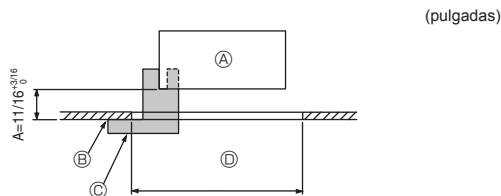
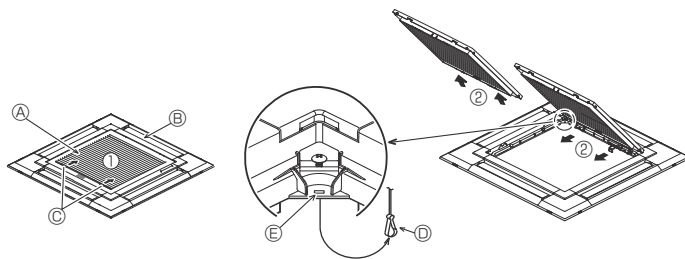
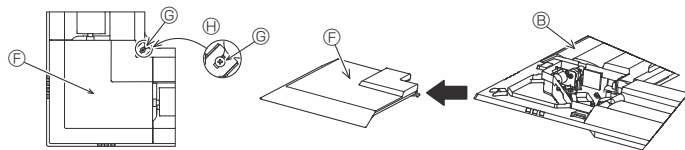

Fig. 6-2
Fig. 6-3
Fig. 6-4
①	Dimensiones de la rejilla	1	950 × 950 (mm), 37-13/32 × 37-13/32 (pulgadas)
②	Plantilla	1	Dividido en cuatro partes
③	Tornillo (4 × 16)	1	Para PLFY-EP-NEMU-E(1)
④	Panel angular del 3D i-see Sensor	1	Para PLFY-EP-NEMU-E(1)
6.2. Preparación para conectar la rejilla (Fig. 6-2)
- Con la plantilla ② que se suministra con este equipo, ajuste y compruebe la posición de la unidad en el techo. Si la unidad no está colocada en el techo de forma adecuada, podrían producirse escapes de aire o generarse una condensación.
- ① Unidad principal
- ② Techo
- ③ Plantilla ② (medida en la unidad)
- ④ Dimensiones de apertura del techo
6.2.1. Extracción de la rejilla de admisión (Fig. 6-3)
- Deslice las palancas en la dirección indicada mediante la flecha ① para abrir la rejilla de admisión.
- Con la rejilla de admisión en posición "abierta", extraiga la bisagra de la rejilla de admisión de la rejilla tal y como se indica mediante la flecha ②.
6.2.2. Extracción del panel angular (Fig. 6-4)
- Extraiga el tornillo de la esquina del panel angular. Deslice los paneles angulares indicados por la flecha ① para extraer este panel.
[Fig. 6-3] [Fig. 6-4]